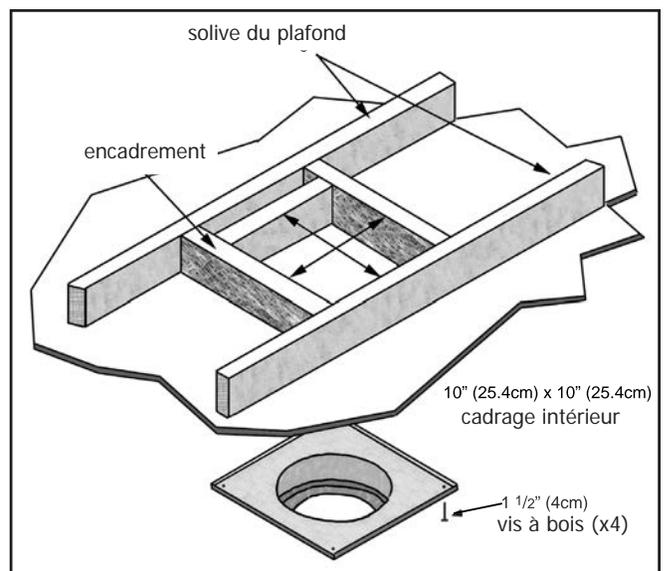
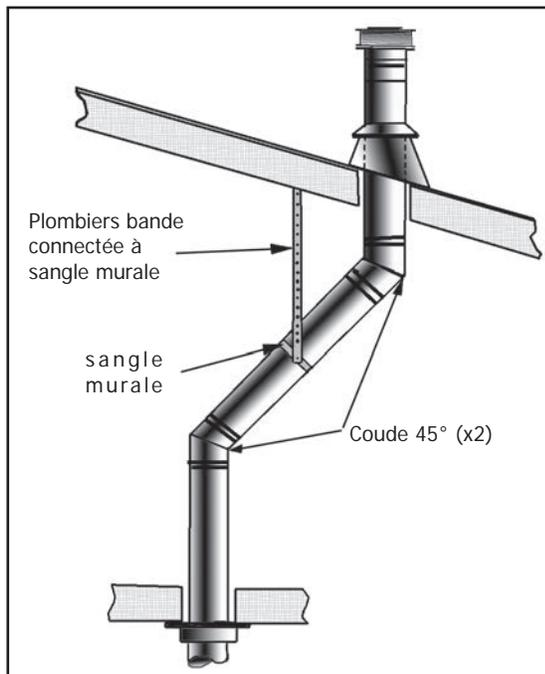

Figure 35: Encadrement mur pour un trou pour installation verticale.
Figure 38: Utilisation de sangles murales.
3. Pour installer le Cycle de boîte de support / mur Thimble dans un plafond plat, coupez un «trou carré 10 dans le plafond, centrée dans le trou percé à l'étape 2. Cadre du trou comme indiqué sur la Figure 35.
- (a) Si un décalage est nécessaire dans le grenier pour éviter les obstacles, il est important de soutenir le tuyau de ventilation tous les trois pieds (91 cm), pour éviter un stress excessif sur les coudes, et la séparation possible. Sangles muraux sont disponibles à cet effet (voir Figure 38).
Tableau 5: Minimum "H" de la Figure 35.
- (c) Pour les installations de plusieurs étages. Un coupe-feu de plafond est exigé au deuxième étage, et toutes les étages ultérieurs (voir Figure 38). L'ouverture doit être conçue de 10 "(25,4 cm) x 10" (25,4 cm) à l'intérieur des dimensions, de la même manière que celle représentée sur la Figure 35.